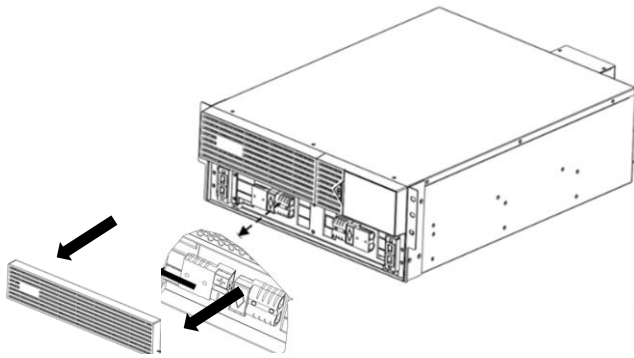
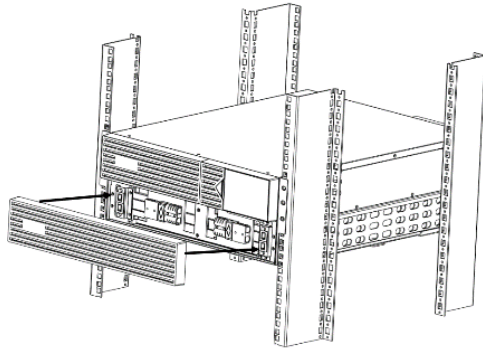

Figure 1
Figure 9
1. Retirez les modules de batterie internes de l'onduleur : retirez le couvercle du panneau avant du boîtier de batterie de l'onduleur et séparez les connecteurs du module de batterie. (Fig. 1)
7. Remettez le couvercle du panneau avant en place (Fig. 9)
Retirez le panneau du couvercle de la batterie de l'onduleur en tirant le panneau vers l'avant de l'onduleur, aucun outil n'est requis (FIG. 1). Alignez le connecteur Black Anderson et poussez ensemble. Remettez le couvercle de la batterie du panneau avant en place (FIG. 9).